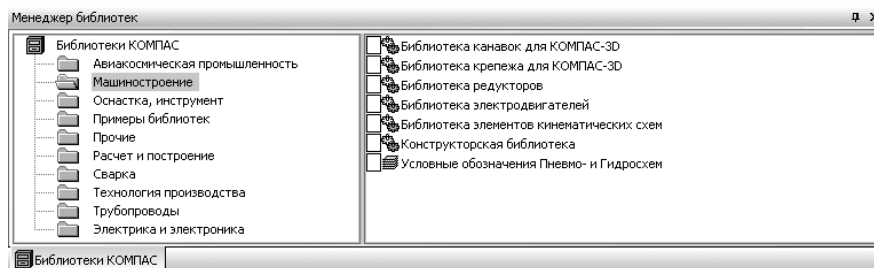

Рис. 6.62. Система управления библиотеками **Менеджер библиотек** в зафиксированном представлении с разделами библиотеки **Машиностроение**
- щелкните в системе управления библиотеками **Менеджер библиотек** по пункту **Машиностроение**. Появятся в правой части разделы этой библиотеки (рис. 6.62).
- щелкните мышью в системе управления библиотеками **Менеджер библиотек** в левой ее части по библиотеке (папке, каталогу) **Машиностроение** Появятся в правой части разделы библиотеки (см. рис. 6.62);